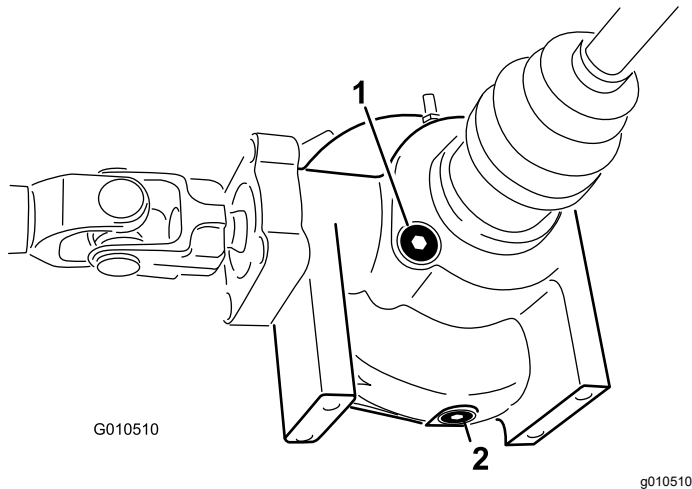

图 43
4. 清洁差速器侧面加油/检查塞周围的区域图 43。
4. 清洁差速器侧面排油塞周围的区域图 43。